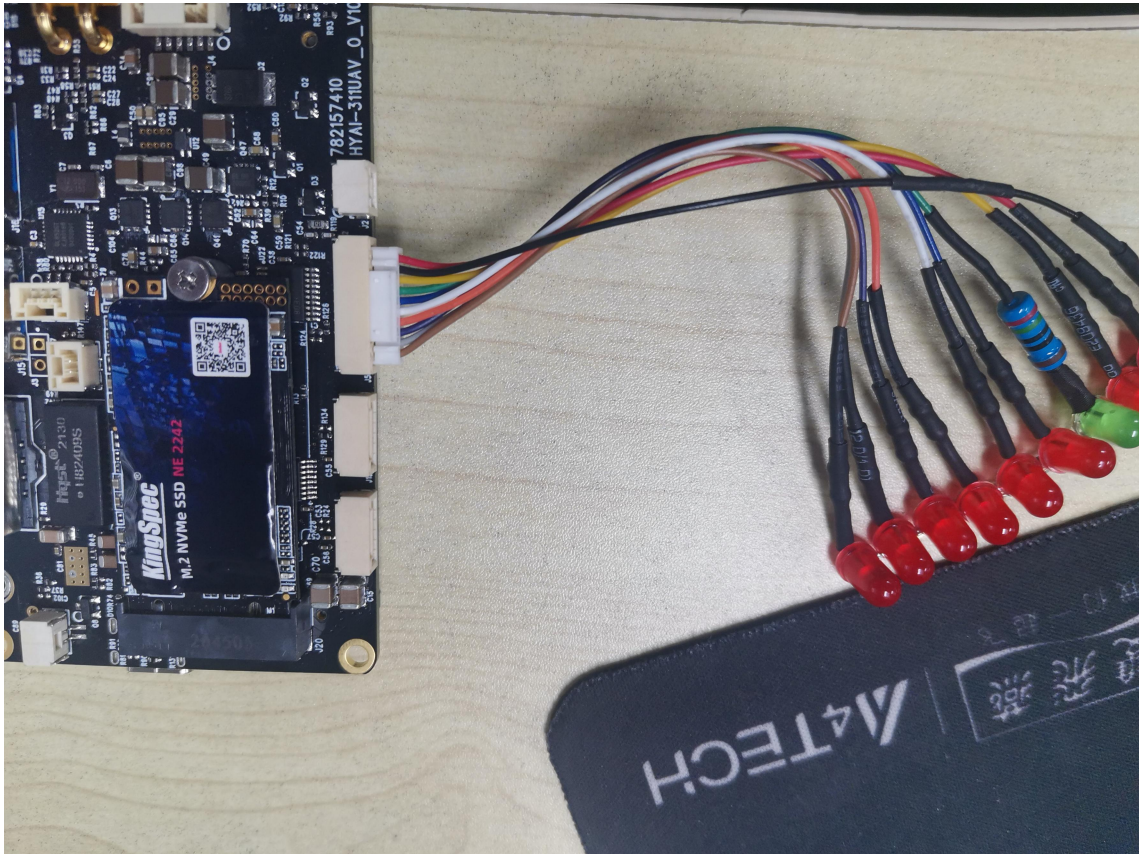

图 3-28
- 1) 将 HYAI-310UAV_V10 板卡 J5 连接灯板，如图 3-28